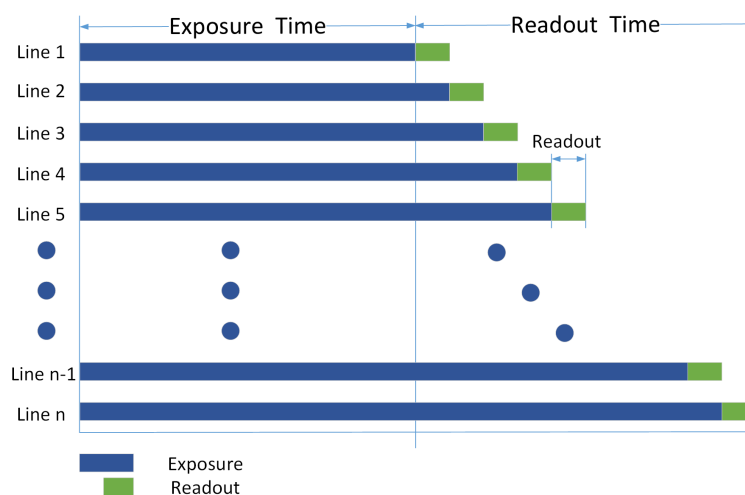

图 9-3 Global Reset 工作原理
- 开启 **Global Reset** 功能后，因图像各行的曝光时间不同，可能会导致图像各行从上至下亮度不同。因此若开启此功能，建议在全暗环境下，配合工业光源一同使用。在 图 9-3 所示的曝光时间内开启光源，其他时间关闭光源，使得图像各行在相同的曝光时间内获得同样的照明，以此来控制图像各行的亮度。